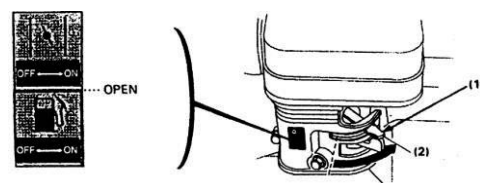

Fig. 14 (1) Pârghie de starter
- 6) Pe măsură ce motorul se încălzește, deschideți treptat starterul. (Fig. 14)